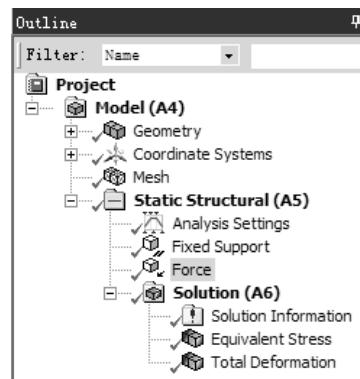
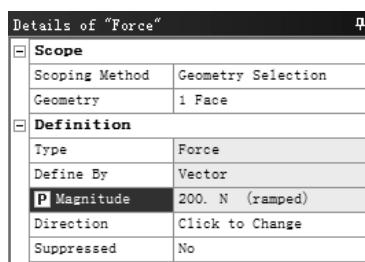
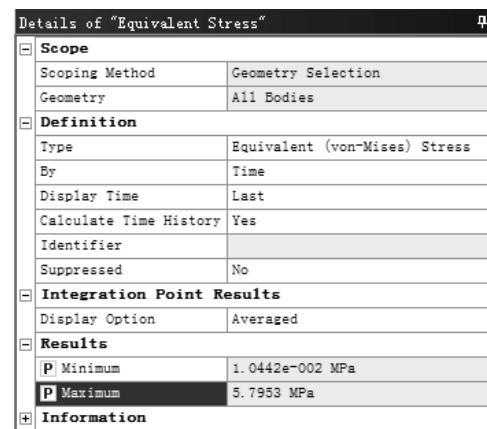
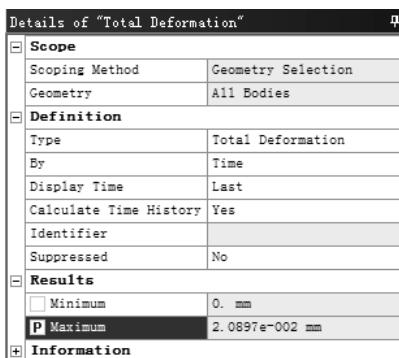

图 2.3.12 “Outline” 窗口
图 2.3.13 “Details of ‘Force’” 对话框
图 2.3.14 “Details of ‘Equivalent Stress’” 对话框
图 2.3.15 “Details of ‘Total Deformation’” 对话框
(1) 在 “Engineering Data” 项目列表中双击  Model ，进入模型界面。
(2) 在图 2.3.12 所示的 “Outline” 窗口中选中  Force 节点，然后在图 2.3.13 所示的 “Details of ‘Force’” 对话框中选中  Magnitude，将载荷力作为第 2 个输入参数。
(1) 在图 2.3.12 所示的 “Outline” 窗口中选中  Equivalent Stress 节点，然后在图 2.3.14 所示的 “Details of ‘Equivalent Stress’” 对话框中选中  Minimum 和  Maximum，将最小和最大应力作为输出参数。
(2) 在图 2.3.12 所示的 “Outline” 窗口中选中  Total Deformation 节点，然后在图 2.3.15 所示